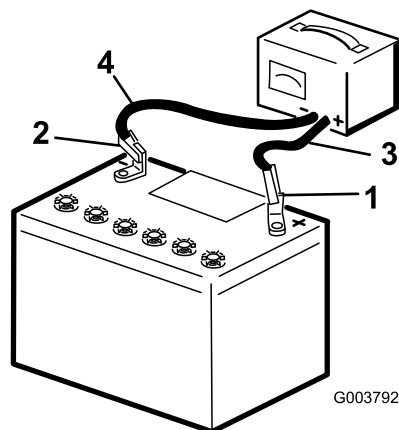

Bild 39
3. Laden Sie die Batterie 10 bis 15 Minuten lang mit 25 bis 30 A oder 30 Minuten lang mit 4 bis 6 A (Bild 39). Überladen Sie die Batterie nicht.
- Wenn die Batterie voll geladen ist, ziehen Sie den Stecker des Ladegeräts aus der Dose. Klemmen Sie dann die Klemmen des Ladegeräts von den Batteriepolen ab (Bild 39).